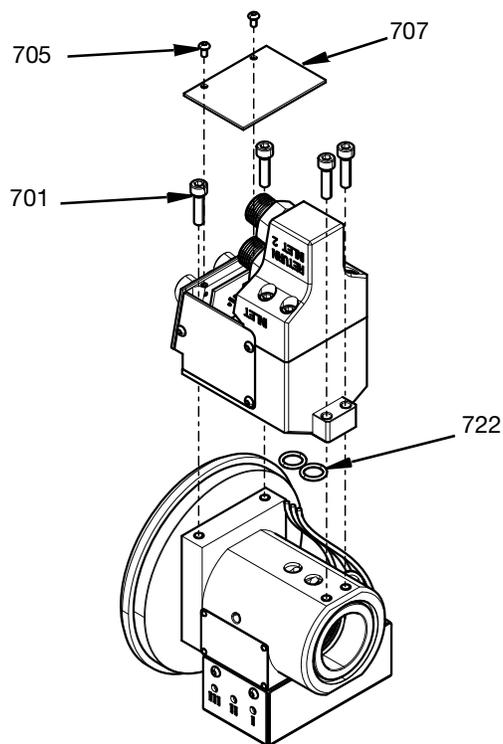

**FIG. 17**
9. Estrarre il gruppo camera girevole con l'alloggiamento del raccordo di connessione. Vedere FIG. 17.